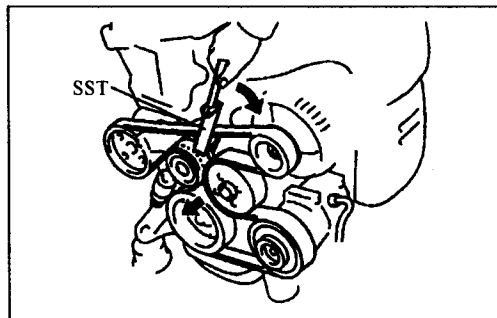

图 1-6
7)拆风扇和发动机 V 形多楔带。如图 1-6 所示,用专用工具(SST 09249-63010)慢慢顺时针转动皮带张紧器,超过 3 个刻度,拆下皮带。
8)安装风扇和发电机 V 形多楔带(见图 1-6)。用专用工具(SST 09249-63010)慢慢顺时针转动皮带张紧器,超过 3 个刻度,装上皮带。